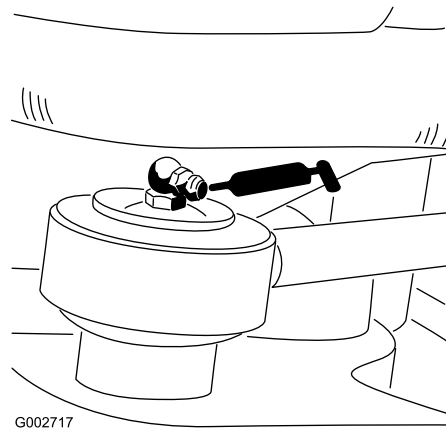

Bild 25
- Ende der Lenkzylinderstange (1), nur Modell 08705 (Bild 25)